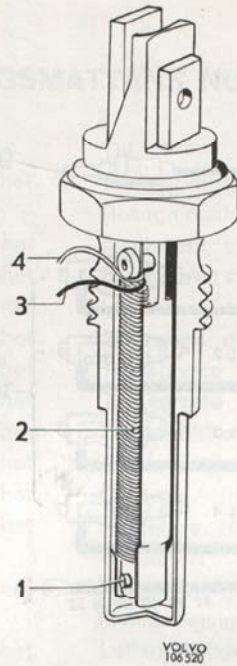

Bild 2-10. Termotidgivare
Vid kall motor (under $+35^{\circ}\text{C}$) är kontaktarna (1 bild 2-10) slutna. När startmotorn arbetar flyter då ström från denna till kallstartventilen och via ledning (2) och kontaktarna (1) till jord. Samtidigt flyter en ström från startmotorn via ledning (3) och